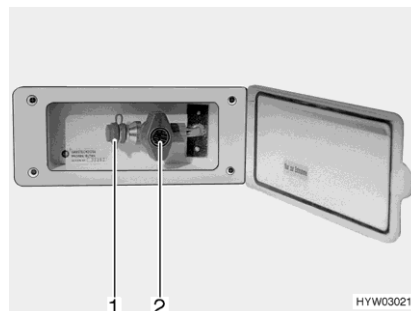

Fig. 88 Presa gas esterna (rubinetto di arresto del gas chiuso)
- Collegare l'apparecchio a gas esterno all'attacco (Fig. 88,1).
- Aprire il rubinetto di arresto del gas (Fig. 88,2).